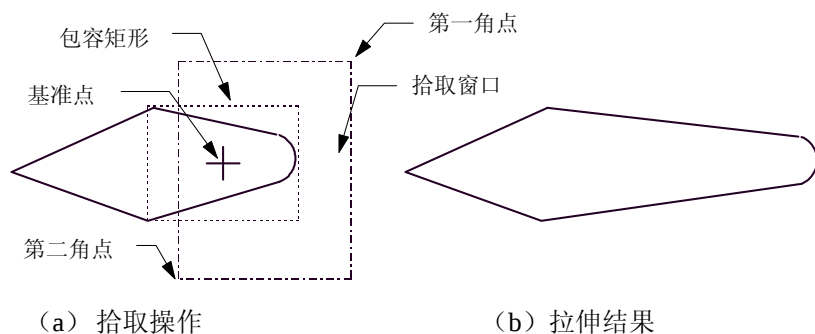

图 5-21 曲线组给定偏移拉伸
(1) 单击并选择【修改】下拉菜单中的【拉伸】命令或在【编辑】工具栏单击【拉伸】按钮。
(2) 用鼠标在立即菜单【1:】中选择【窗口拾取】方式。
(3) 按提示要求用鼠标指定待拉伸曲线组窗口中的第一角点。则提示变为【另一角点】。再拖动鼠标选择另一角点，则一个窗口形成。
(4) 拾取完成后，用鼠标在立即菜单【2:】中选择给定偏移，提示又变为【X、Y 方向偏移量或位置点】。此时，再移动鼠标，或从键盘输入一个位置点，窗口内的曲线组被拉伸。**注意：**【X、Y 方向偏移量】是指相对基准点的偏移量，这个基准点是由系统自动给定的。一般说来，直线的基准点在中点处，圆、圆弧、矩形的基准点在中心，而组合实体、样条曲线的基准点在该实体的包容矩形的中心处。图 5-21 (a) 中显示出了拾取窗口、包容矩形、基准点等概念。